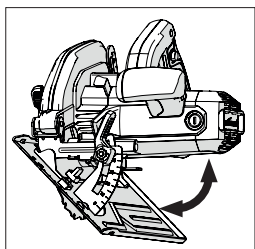

Fig. 14
- Inclina la hoja con el ángulo requerido como se indica en la escala del transportador de ángulos del cuadrante. **(Fig. 14)**